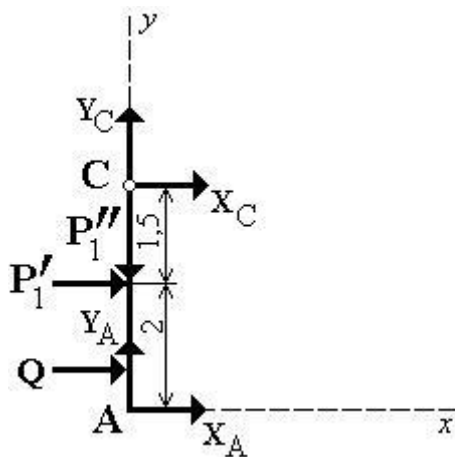
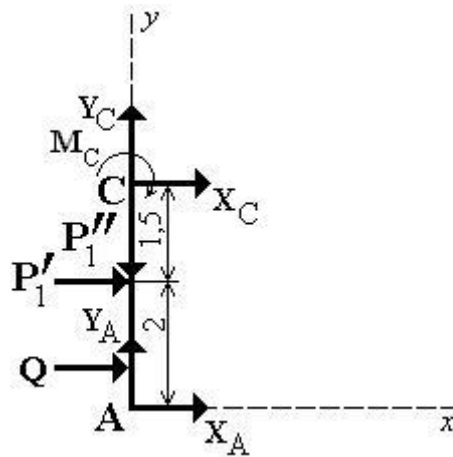

Рис. 12
Рис. 14
Второе уравнение с неизвестными X_A и Y_A получим, рассмотрев систему уравнивающихся сил, приложенных к части конструкции, расположенной левее шарнира C (рис. 12):
Системы сил, показанные на рис. 12 и 13, ничем друг от друга не отличаются. Поэтому уравнение (2) остается в силе. Для получения второго уравнения рассмотрим систему уравновешивающихся сил, приложенных к части конструкции, расположенной левее скользящей заделки С (рис. 14).